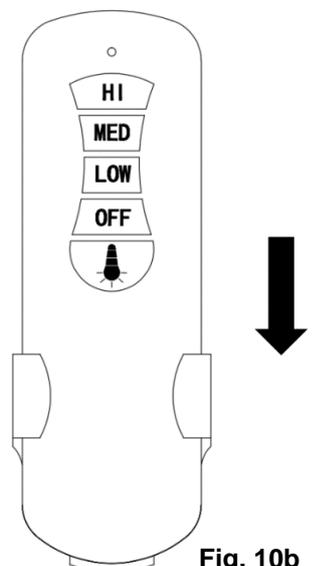

Fig. 10b
2. Introduzca el mando a distancia en el portamandos. (Fig. 10b)